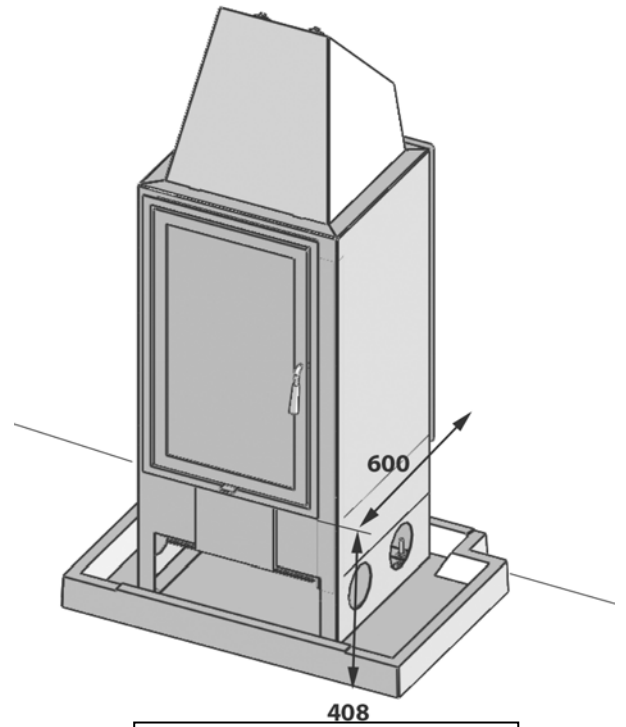

Abbildung 2: Montage des Kamineinsatzes
4. Außerdem ist der Abstand zur Stellwand auf das richtige Maß einzustellen (siehe Abbildung 2).